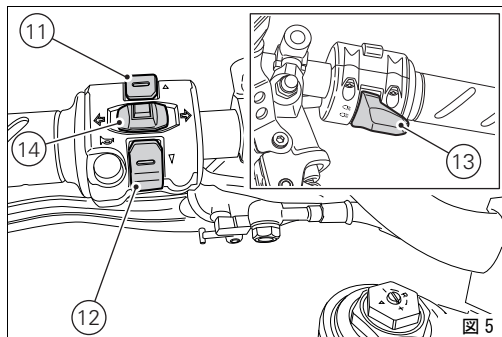

図 5
11) コントロールボタン (図 5)
12) コントロールボタン (図 5)
13) フラッシャーランプボタン FLASH (図 5)
14) ターンインジケータ解除ボタン (図 5)